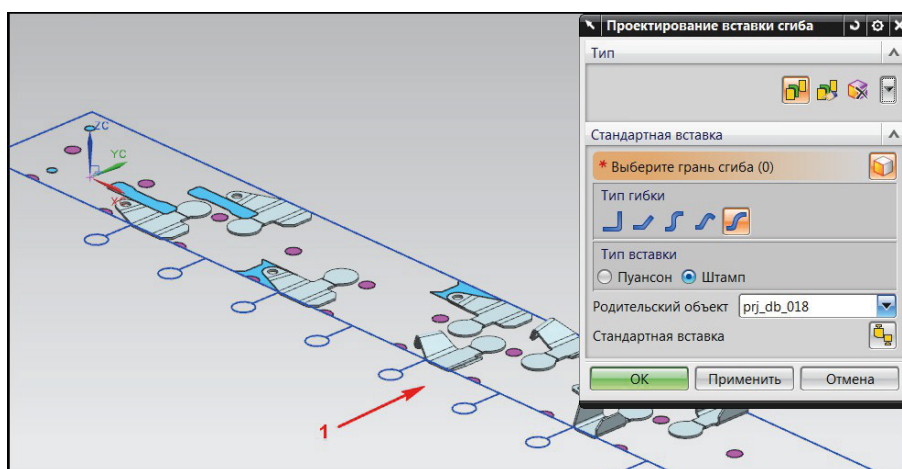

Рис. 9.17. Выбор позиции для создания гибочного пуансона
3. Вызовите панель МШПД. Откройте окно диалога **Проектирование вставки сгиба**, нажав соответствующую кнопку. В разделе **Тип** укажите ярлык **Стандартная вставка**. В одноименном разделе нажмите кнопку **Универсальная Z-гибка**. Создайте гибочный пуансон для полуфабриката на позиции 1, рис. 9.17. Укажите в качестве родительского компонента подсборку *prj\_db\_018*.